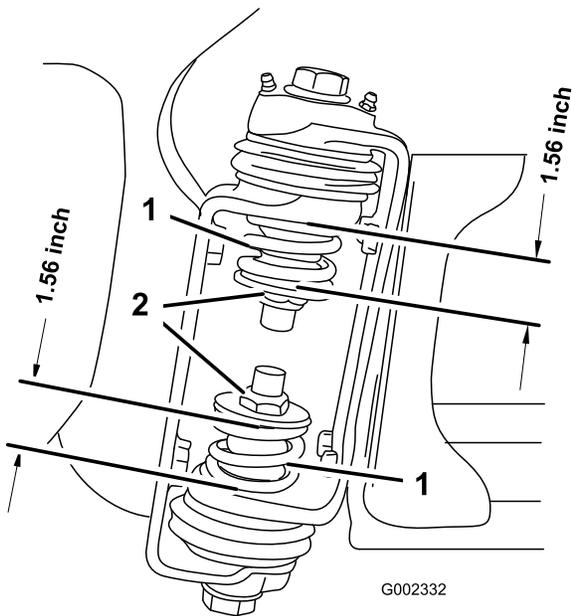

Figure 4
3. À la charnière de rampe, mesurez la compression des ressorts supérieur et inférieur quand les rampes sont déployées (Figure 4).